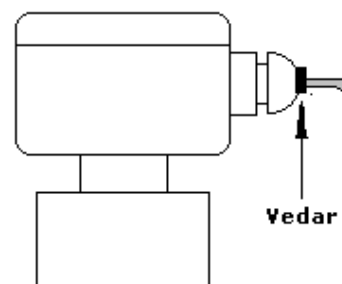

Figura 10
- Após fazer as interligações elétricas, vedar as conexões elétricas no invólucro (cabeçote), de modo que não penetre água ou umidade no interior do mesmo; (**Figura 10**).